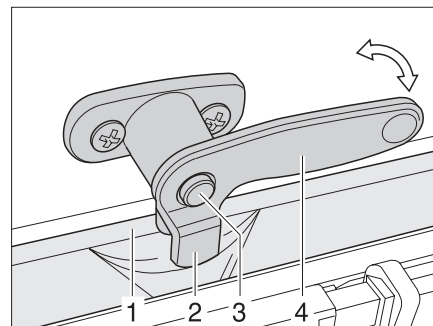

Bild 27 Låsarm med låsknapp i läget "Kontinuerlig vädning"
- ▶ Tryck på låsknappen (Bild 27,3) om sådan finns och håll den nedtryckt.